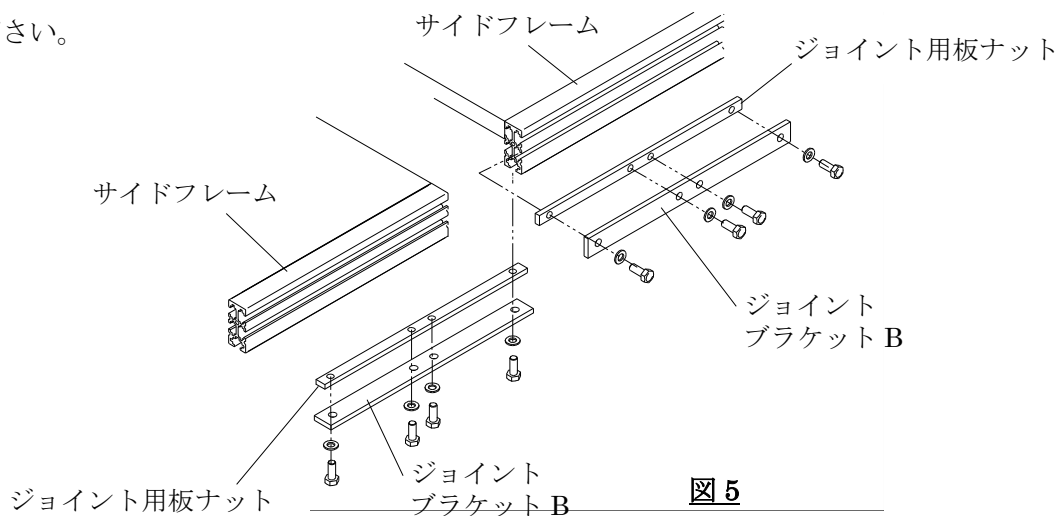

図 5
- ① 梱包を外してください。
- ② 図 5 のようにジョイント用板ナットをサイドフレーム下溝および横溝に差し込み、ジョイントブラケット B で固定してください。サイドフレームの合わせ目がズレないように、正確に固定してください。